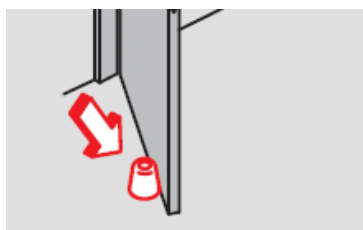

Рис. 8. Установка дверного стопора.
2. Для дверей, которые открываются на угол более 130°, необходима установка стопора для ограничения угла открывания двери, например, **OGRO TZ 502x** (Рис. 8).